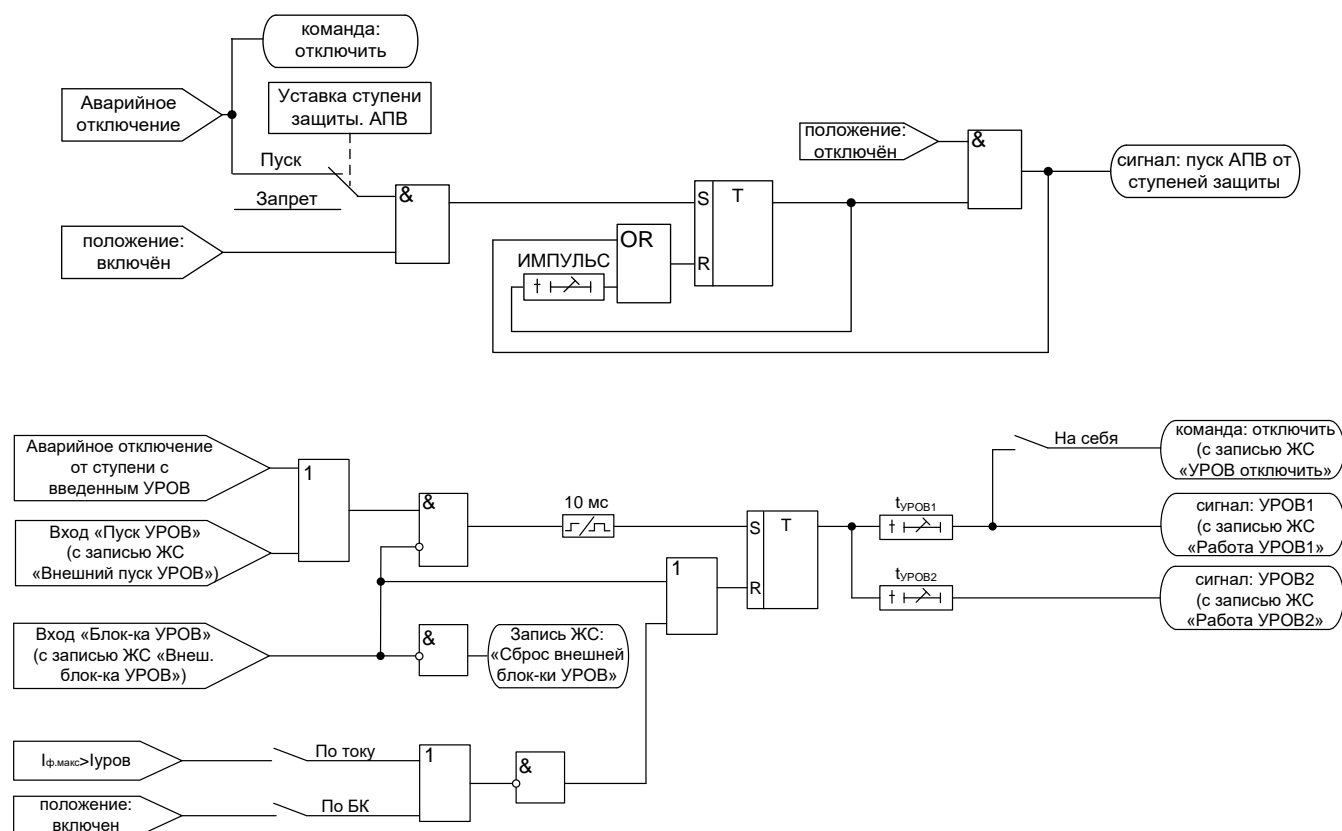

Рисунок 5.5 – Логика работы МР771 при аварийном отключении
1. Выдаётся команда «отключить» (рисунок 5.5).